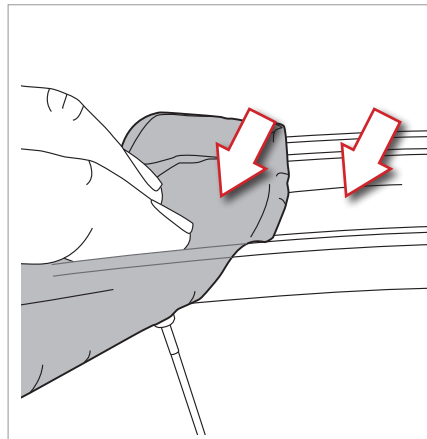

Fig.2
- Utilizzando uno straccio e dell'alcool isopropilico, pulite e sgrassate perfettamente il cerchio lungo tutta la superficie interna della gola centrale e sui fianchi interni del cerchio, dove andranno ad appoggiarsi i talloni del copertone (Fig. 2).